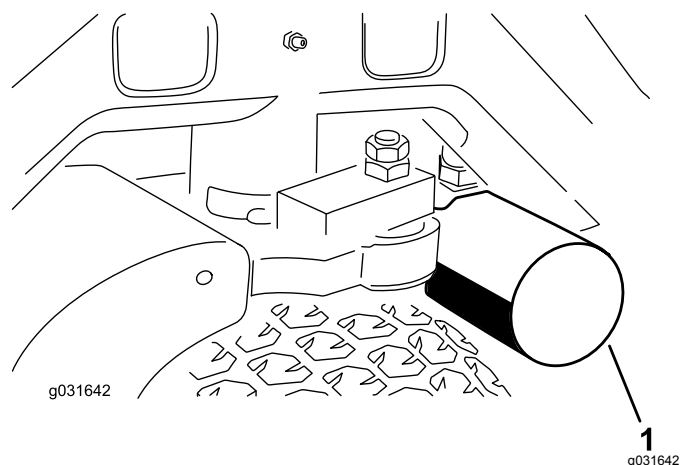
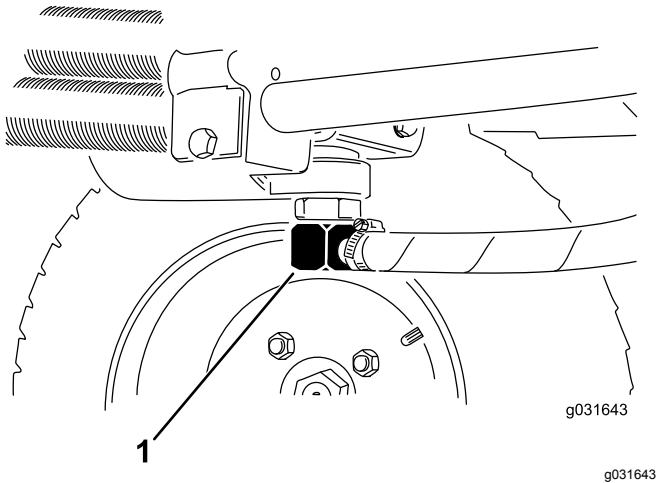

Figura 65
Figura 66
3. Limpe em torno da área de montagem do filtro, coloque um recipiente de escoamento debaixo do filtro e retire o filtro (Figura 65).
2. Desconecte as linhas hidráulicas ou retire o filtro hidráulico e deixe que o fluido hidráulico esorra para dentro de um recipiente de escoamento (Figura 65 e Figura 66).
3. Instale as linhas hidráulicas quando o fluido parar de escorrer (Figura 66).